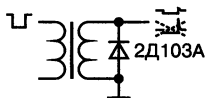

Рис. 5.20.
**РАДИОЛЮБИТЕЛЬ:** Я рассчитывал, что схема рис. 5.20 будет формировать короткие всплески напряжения по спаду 10-микросекундного импульса с импульсного трансформатора. Но испытание показало, что диод, открытый во время импульса, как будто остается открытым и для выброса запирающей полярности. Может, он пробит?